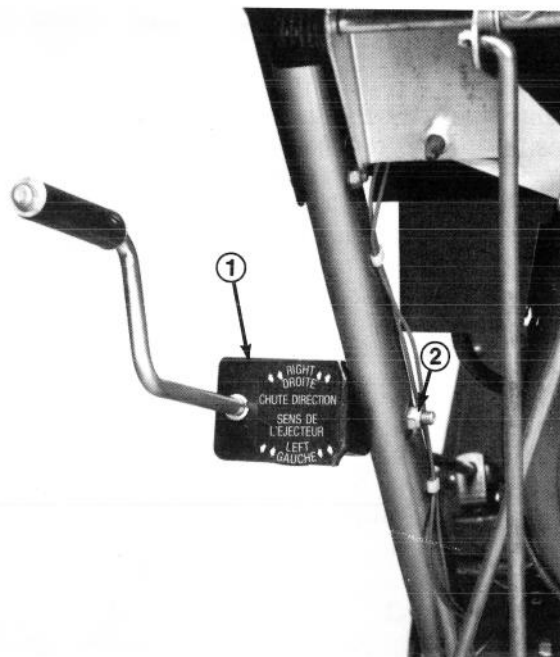
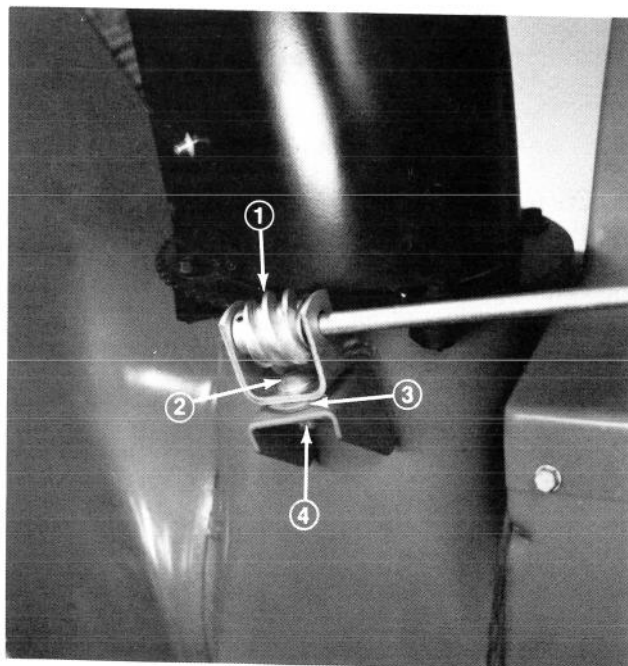

Figure 10
Figure 11
6. Posez le support et la tige de commande d'éjecteur sur le côté gauche des mancherons à l'aide d'une vis à tête et d'un écrou de blocage, mais ne serrez pas l'écrou de blocage (Fig. 10).
7. Appliquez de la graisse à toutes fins No 2 sur la roue d'engrenage de vis sans fin. Ensuite, fixez le support de vis sans fin et la vis sans fin sur le dessus de la collerette de montage à l'aide du boulon de carrossier, de la rondelle pyramidale, de la rondelle plate et de l'écrou de blocage conique (Fig. 11). Ne serrez pas l'écrou de blocage.
8. Appuyez bien la vis sans fin sur les dents de l'anneau de retenue, puis serrez l'écrou de blocage (Fig. 11). Serrez aussi l'écrou de blocage qui maintient le support de retenue de commande d'éjecteur sur le manchon gauche (Fig. 10).